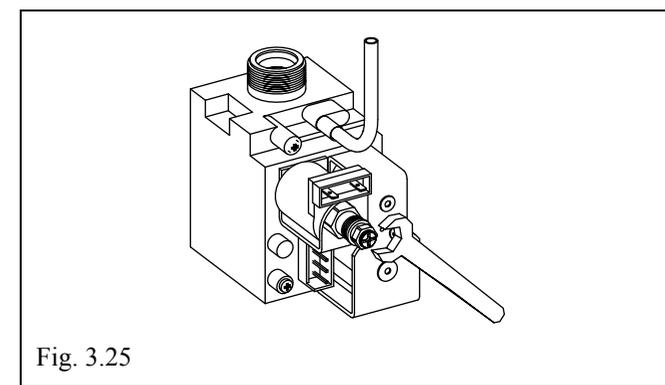

Fig. 3.25
- con una chiave a forchetta CH 10 agire sul dado di regolazione per ottenere il valore indicato in *APPENDICE A - PAG. 90 (FIG. 3.25)*;